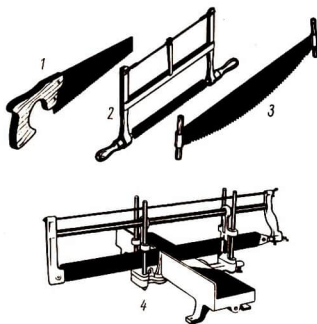

Bild 13 Sägen
Werkzeuge zum Sägen. Neben der Feinsäge gibt es viele andere Arten von Sägen – den **Fuchsschwanz** (Bild 13, 1), die **Gestellsäge** (2) und die **Schrotsäge** (3). Außerdem werden in den Produk-
Der **Fuchsschwanz** (Bild 13, 1) besitzt eine gröbere Zahnung als die Feinsäge. Der Rücken des Sägeblattes ist nicht verstärkt, so daß man tiefere Sägeschnitte ausführen kann. Der Name „Fuchsschwanz“ geht auf eine alte Sägeform zurück, deren Griff die Form eines Fuchsschwanzes hatte. Die **Gestellsäge** (Bild 13, 2) ist eine Spannsäge. Im Gegensatz zum Fuchsschwanz
Die **Gehrungssäge** (Bild 13, 4) ist mit einer Sägelade aus Metall verbunden und kann zum Sägen quer zur Faser unter verschiedenen Winkelgrößen (90° , 60° , 45° und 30°) benutzt werden. Sie wird zum Beispiel beim Sägen von Bilderrahmenleisten eingesetzt.